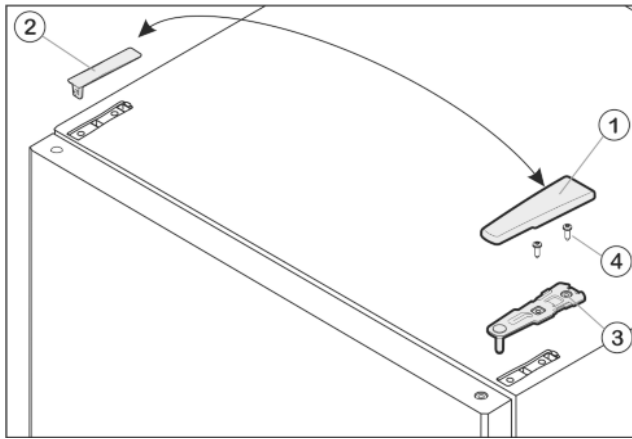

Fig. 7
- ▶ Enlever le cache Fig. 7 (1) vers l'avant et vers le haut.
- ▶ Retirer le cache Fig. 7 (2).
- ▶ Dévisser le support d'appui supérieur Fig. 7 (3) (2 Torx® 25) Fig. 7 (4) et retirer vers le haut.
- ▶ Placer le support d'appui supérieur *Fig. 7 (3)* sur le nouveau côté charnière de porte.
- ▶ Visser le support d'appui supérieur à fond (avec **4 Nm**) (2 Torx® 25) *Fig. 7 (4)*. Pointer les trous de vissage ou utiliser une visseuse sans fil.
- ▶ Faire encliqueter le cache *Fig. 7 (1)* et le cache *Fig. 7 (2)* du côté opposé.